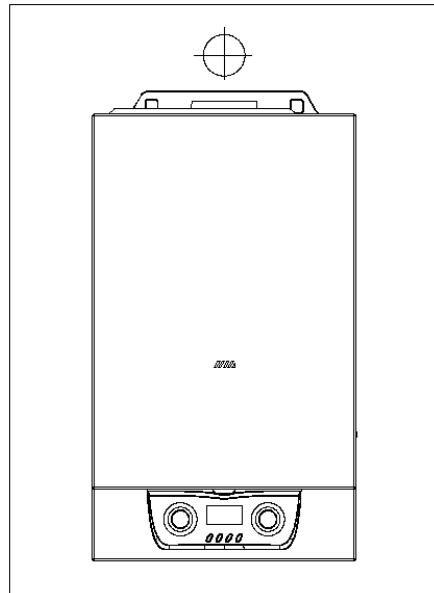

Рис. 8
- e) далее котел навесьте на подвесную панель (рис. 8)